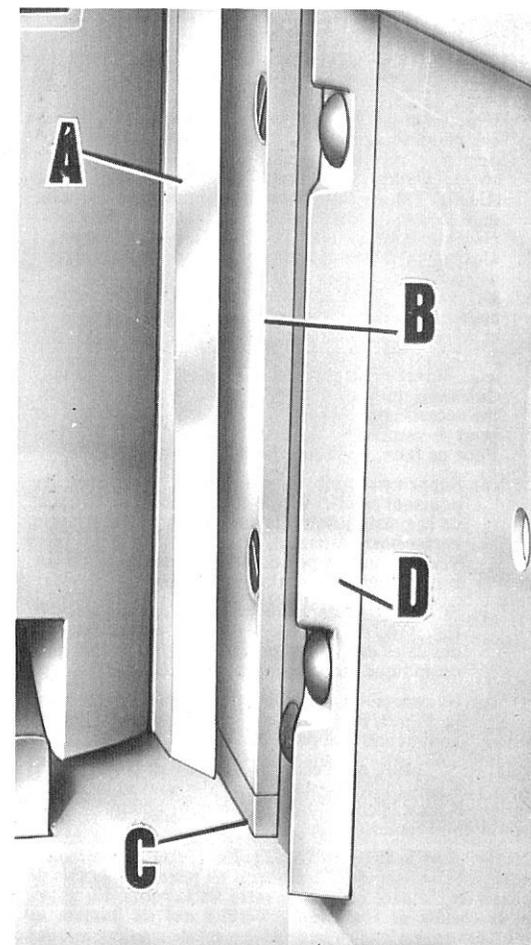
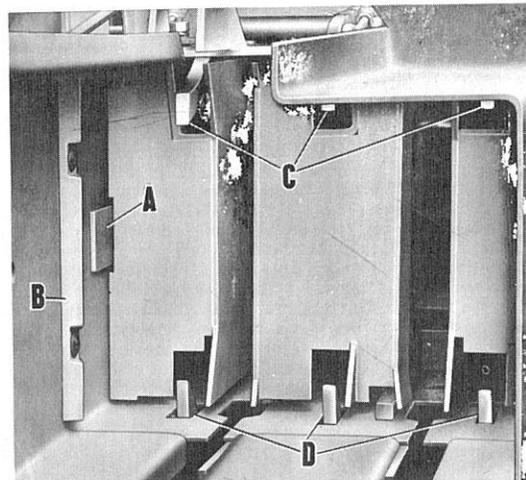

Fig. 33. Ecartement à respecter entre le couteau fixe et le couteau du piston.
Fig. 34. Calage du profilé de renfort pour compenser l'usure.
Il faut remplacer rapidement les couteaux s'ils ont été endommagés ou fortement usés. Une coupe nette n'est possible que si les couteaux sont maintenus en excellentes conditions. Si la partie de guidage (C, Fig. 33) des couteaux est devenue usée au point qu'il leur est possible de se rencontrer, il faut remplacer le couteau fixe (B, Fig. 33) et procéder à un ajustement du couteau du piston pour tenir compte de ce remplacement.
4. Un espace de 0,8 à 1,5 mm est nécessaire entre le couteau boulonné sur la tête du piston (A, Fig. 33) et le couteau stationnaire (B, Fig. 33), boulonné sur le côté du canal de la presse. L'espace augmentera avec l'usure prise par le profilé (A, Fig. 34) de renfort du canal. Le piston prendra de ce fait un jeu latéral, qui nécessitera de retoucher l'espace entre les couteaux pour le ramener à cette distance de 0,8 à 1,5 mm. Pour ce faire, appliquer la méthode suivante:
1. Retirer les cales (Voir D, Fig. 33 et B, Fig. 34) du canal de la presse.
2. Détendre complètement le dispositif tendeur de balles et supprimer l'effet des ressorts sur les taquets (C et D, Fig. 34) que l'on fera sortir du canal.